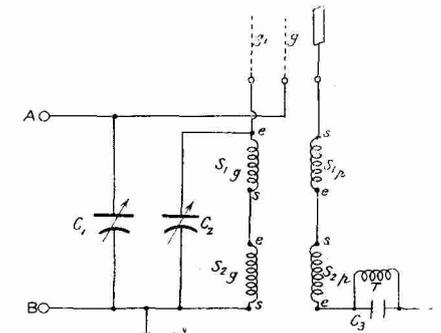

Fig. 15. — Données du problème de commutation de l'oscillatrice.
a) de court-circuiter le groupe des selfs  $S_{2g}$  et  $S_{2p}$  pour l'audition des émissions de petites longueurs d'onde (fig. 15).
$S_{1p}$  pour P.O. et  $S_{2g}$  et  $S_{2p}$  pour les G.O. (fig. 15). En ce qui concerne ces selfs oscillatrices, le problème à résoudre est le même que celui déjà traité au paragraphe A, c'est à-dire établir un commutateur permettant :